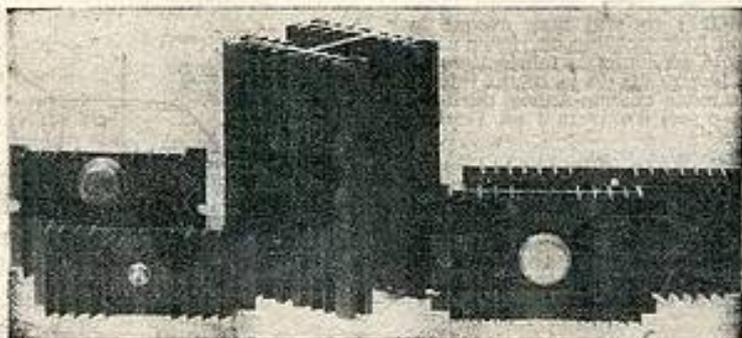

Fig. 16
**JACQUEMIN - C.E.T.** : des établissements qui, depuis 3 ans, portent leurs efforts sur la création d'une gamme complète de dissipateurs thermiques pour l'électronique (fig. 16).